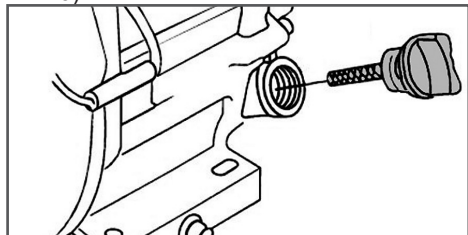

Рис. 10 Крышка-щуп маслозаливной горловины
2. Открутите крышку-щуп маслозаливной горловины и извлеките щуп (Рис. 10).
2. Выкрутите крышку-щуп маслосливной горловины и извлеките щуп (Рис. 10).